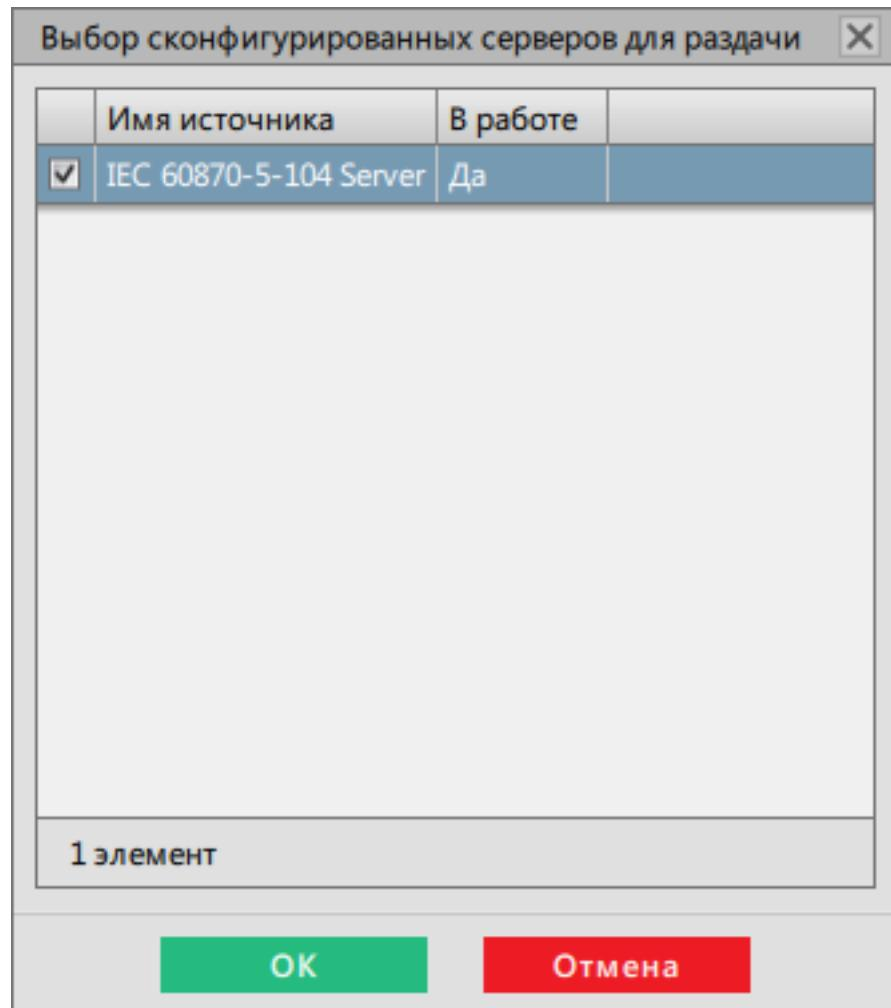

Рисунок 197 - Выбор сконфигурированных серверов для раздачи
15. Выберите сконфигурированный сервер для раздачи из п.3 и нажмите **OK** (Рисунок 197).